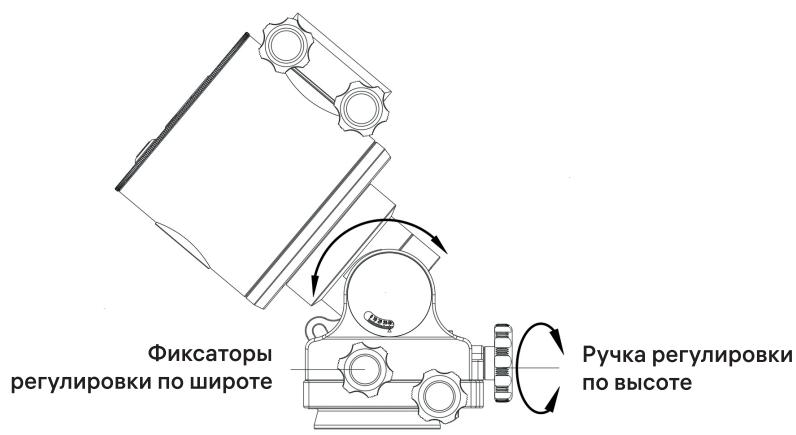

Рис. 2
1. Для использования в экваториальном режиме (EQ) слегка ослабьте два фиксатора регулировки по широте. Крутите ручку регулировки по широте до тех пор, пока стрелка на шкале широты монтировки не совпадет с широтой вашего места наблюдения. Зафиксируйте два фиксатора регулировки по широте (рис. 2).